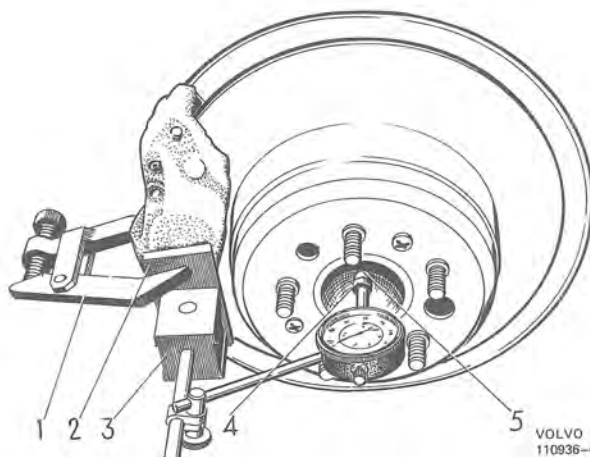

Bild 29. Mätning av axialspelet för drivaxel
2. Spänn fast en järnplatta (2, se bild 29) mot bromsokets värta med hjälp av SVO 2809. Placera mätarets magnetstativ (3) mot järnplattan.
3. Placera en stålkula (5) i drivaxelns centrumhål med hjälp av en klick fett. Mätarets mätpets skall ha plan mätyta.